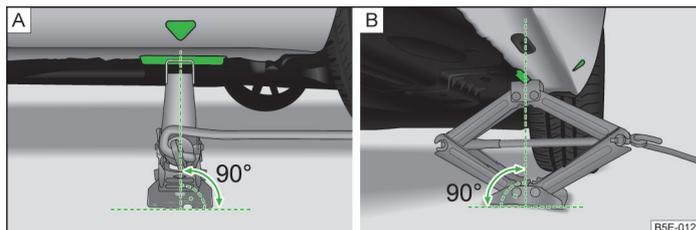

Abb. 200 Wagenheber ansetzen
- › Den Wagenheber so ansetzen, dass die Klaue den Steg umfasst » Abb. 200 - **B**. ▶
- Die Grundplatte des Wagenhebers mit ihrer gesamten Fläche auf einem geraden Untergrund abstützen und sicherstellen, dass sich der Heber in senkrechter Position zur Stelle, an der die Klaue den Steg umfasst, befindet » Abb. 200 - A.